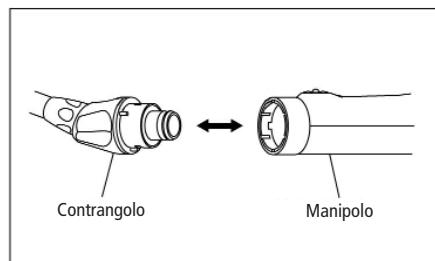

Fig. 7
(2) Sostituzione del contrangolo
- Nella fase di rimozione della testina del contrangolo tirare in direzione assiale. (Fig. 7)